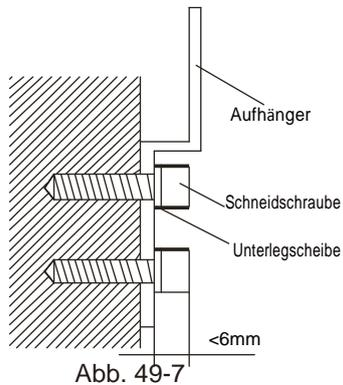

Abb. 49-7
1. Befestigen Sie die Halterung mit Schneidschrauben an der Wand. (Siehe Abb. 49-7)